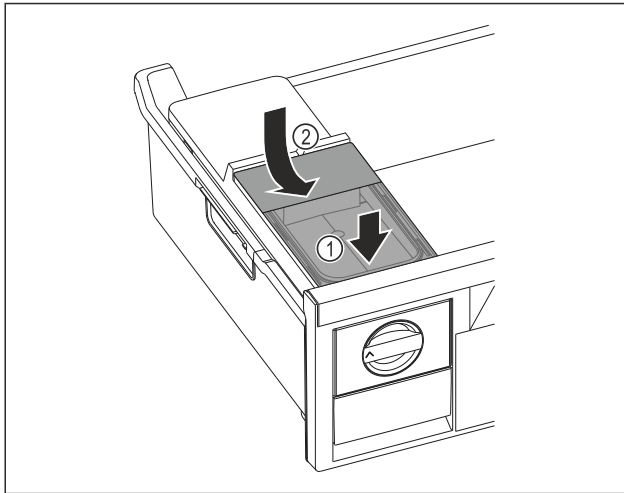

Fig. 104
- ▶ Aseta vesisäiliö edestä. Fig. 104 (1)
- ▶ Laske vesisäiliö taakse alas. Fig. 104 (2)